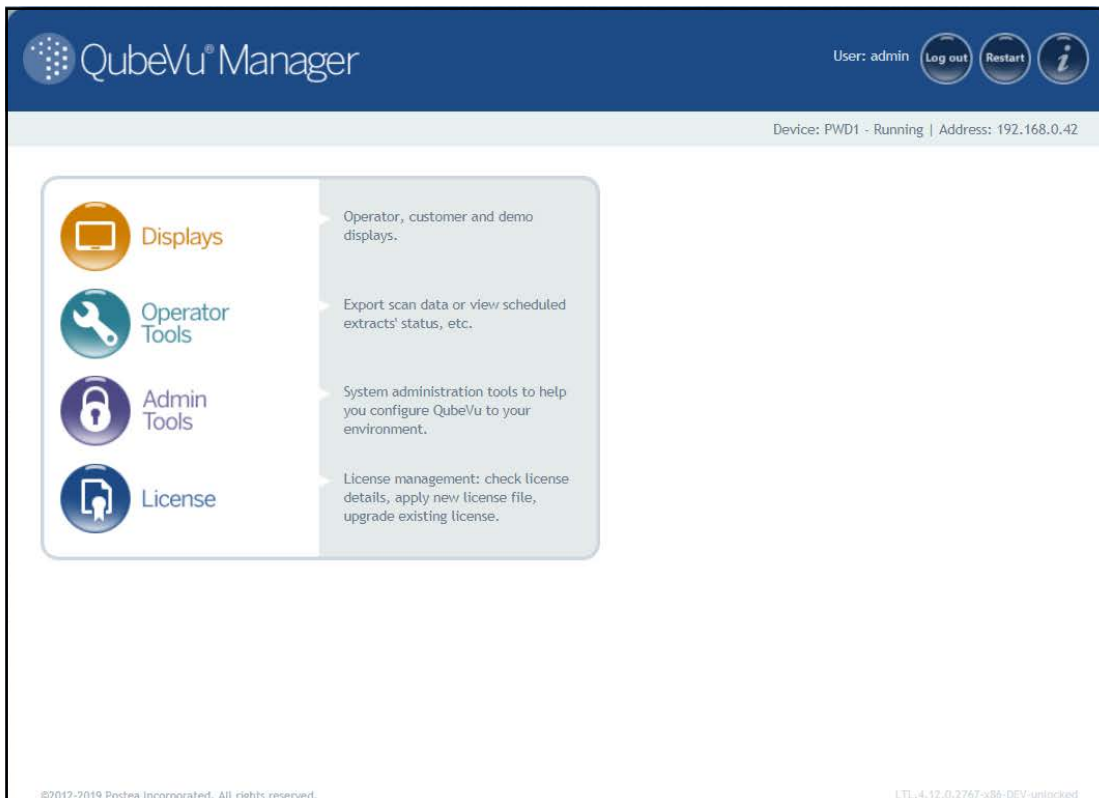

Abbildung 2-1. Startseite von QubeVu Manager
1. Drücken Sie im Menü **QubeVu Manager** (Abbildung 2-1 auf Seite 8) auf  **Admin Tools**, um das Menü **Admin Tools** (Admin-Tools) aufzurufen.